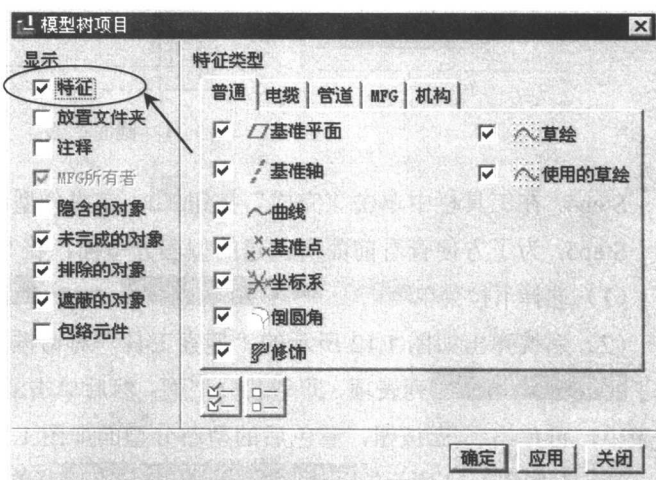

图 1.16 “模型树项目”对话框
(2) 在系统弹出的如图 1.16 所示的对话框中, 选中 ☒ 特征 复选框, 然后单击该对话框